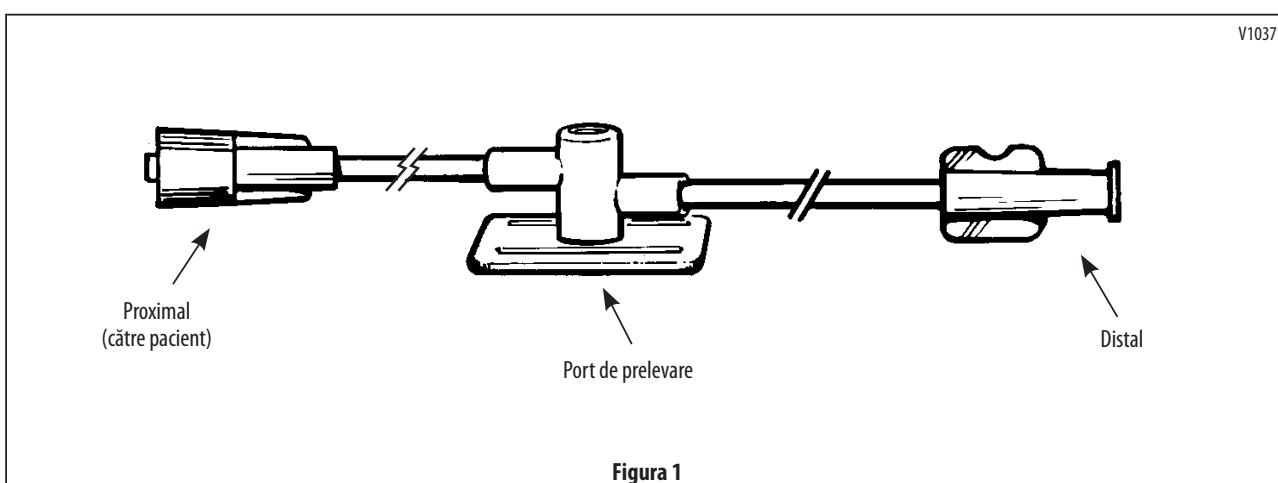

Figura 1
8. Folosind conectorul Luer Lock tată, conectați ferm capătul proximal al trusei la cateterul preumplut (Figura 1).